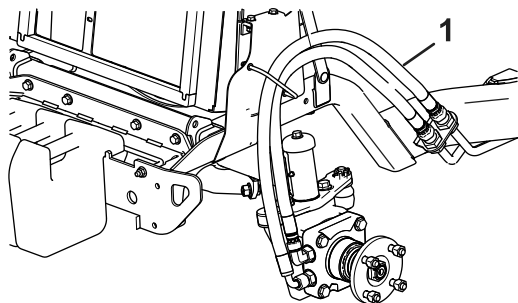

Figur 7
12. Lossa skruvarna på sidan av kylaren (Figur 7).
13. Skjut in kylarskyddsfästet under skruvhuvudena på kylaren och stötfångarfästet (Figur 7).